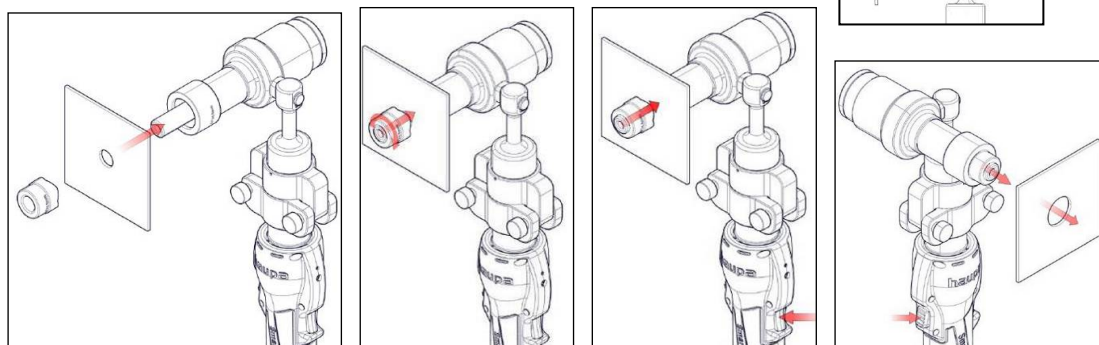

Bild 14: Stanzplatte
- Drücken Sie die Starttaste, für das Stanzen der geeigneten Platte, und die Rücklaftaste, um die gestanzte Platte/das gestanzte Material aus dem Arbeitsbereich zu nehmen, siehe Bild 14 unten: